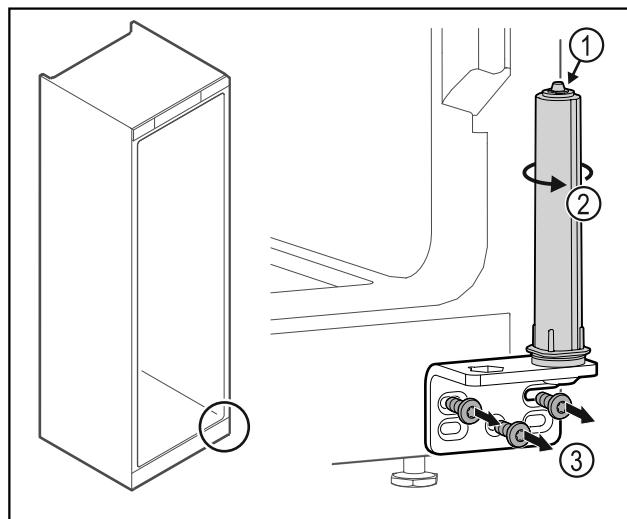

Fig. 35
- Systemu blokującego drzwi nie należy demontować Fig. 35 (1).
- System blokujący Fig. 35 (2) obrócić do momentu, aż kliknie.
- Odkręcić zawias Fig. 35 (3).